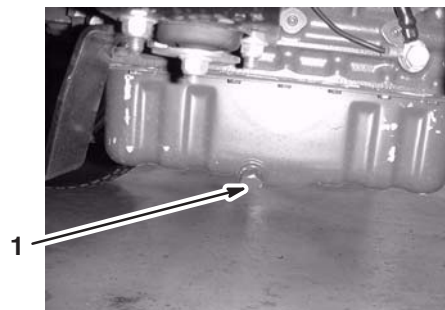

Bild 32
5. Entfernen Sie die Ölablassschraube (Bild 32).